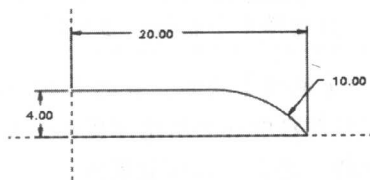

图 1-7
① 单击  按钮，打开【草绘】对话框，选择“使用先前的”选项，单击【草绘】按钮，进入草绘工作界面。
② 绘制如图 1-7 所示的曲线。